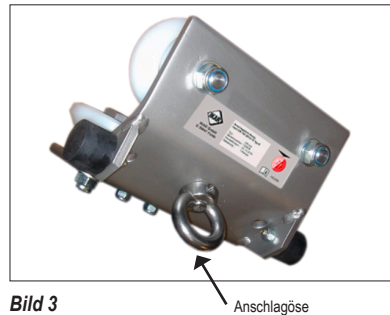

Bild 3
10. An der Anschlagöse (Bild 3) nur Bestandteile von Persönlichen Absturzschutzsystemen nach EN 360 Höhensicherungsgeräte, oder EN 360/EN 341 Höhensicherungsgeräte mit Freilauf oder EN 354/EN 355 Verbindungsmittel mit Falldämpferelement oder EN 353-2 mitlaufende Auffanggeräte einschließlich beweglicher Führung, mittels Verbindungselement (z.B. Karabinerhaken) nach EN 362 anschlagen. Dabei auf richtigen Sitz des Karabiniers achten. Die Gebrauchsanleitungen der entsprechenden persönlichen Schutzausrüstungen sind zusätzlich zu beachten. Hierbei insbesondere die erforderliche lichte Höhe unterhalb der Füße des Benutzers des eingesetzten Systems.
1. Der IKAR Laufwagen (Bild 3) wird vormontiert geliefert und ist auf die Größe der Spur der Führungsschiene voreingestellt.